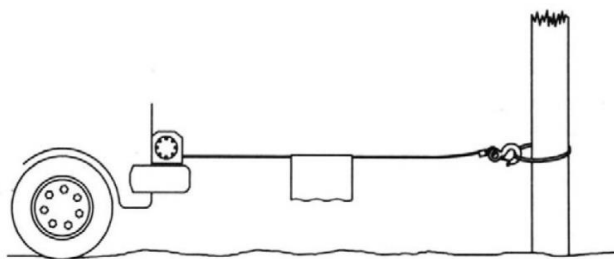

Рис. 7
• При перемещении груза оберните трос одеялом или брезентом («гаситель») в месте около зацепа крюка (рисунок 7). Это замедлит резкое раскручивание сломанного троса и поможет предотвратить серьезные травмы. Для защиты лобового стекла поднимите капот.